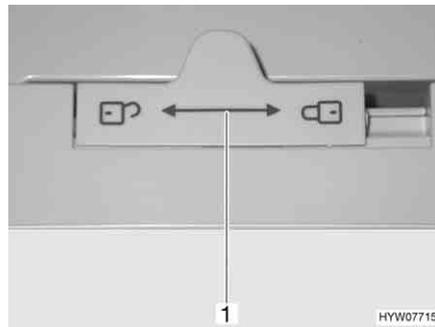

Fig. 138 Bloqueo de la puerta del frigorífico (Dometic de la serie 7)
- Empujar el bloqueo (Fig. 138,1) hacia la izquierda "🔒".
- Empujar el bloqueo (Fig. 138,1) completamente hacia la derecha "🔒".